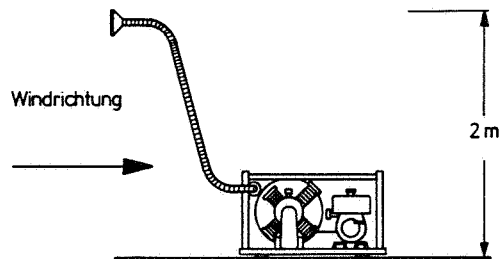

Bild 16: Anordnung des Ansaugschlauchs
- Bei Antrieb durch Benzin- oder Dieselmotor ist es wichtig, daß nur reine Luft angesaugt wird. Kompressor so in Windrichtung aufstellen, daß die Auspuffgase von Anlage wegströmen. Am Ansaugfilter des Kompressors empfehlen wir unbedingt einen Ansaugschlauch von mindestens 3 m Länge mit Vorfilter zu verwenden. Der Vorfilter soll 2 m hoch angebracht werden. Bild 16.